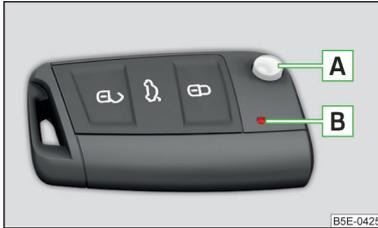

Abb. 32
**Beschreibung des Schlüssels** » Abb. 32